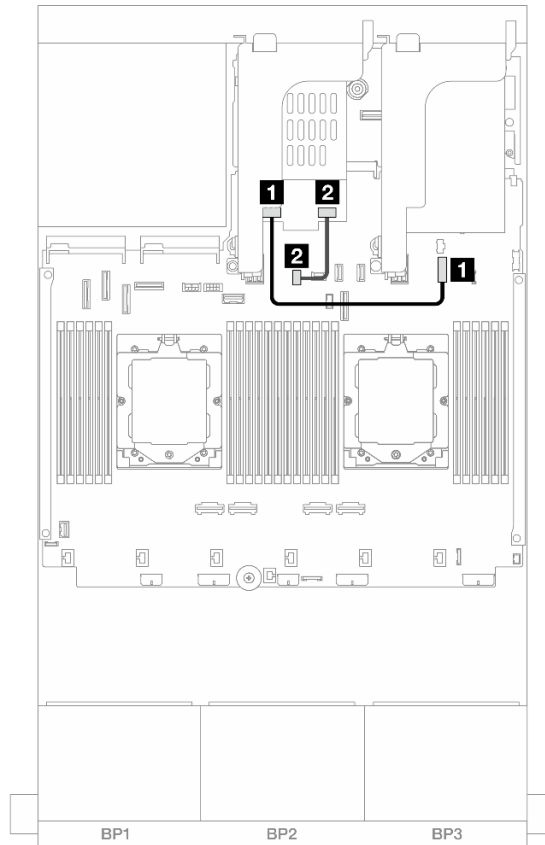

Figura 325. Disposición de los cables NVMe
- Figura 325 “Disposición de los cables NVMe” en la página 385